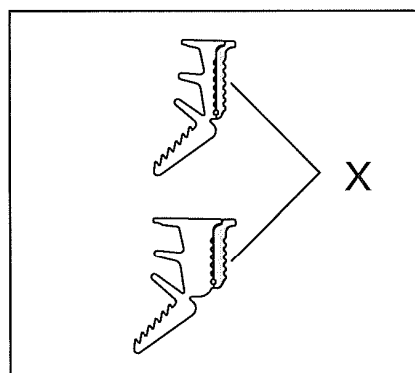

Abb. 25 / Fig. 25 / Fig. 25
- Je nach Fugenbreite Zusatzlappen X vorgängig abreissen (Abb. 25).
- En fonction de la largeur du jeu, découper précédemment la lèvre complémentaire X (Fig. 25).
- Depending on the gap width, tear off additional lip X in advance (Fig. 25).